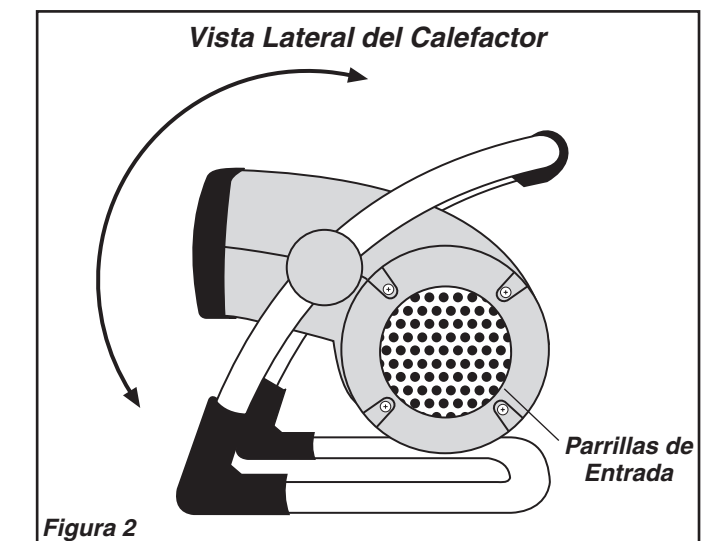

Figura 2
- Mueva la **Perilla de Encendido** hasta la posición de calor deseada. El Calor Alto (1500 vatios) está representado por el (2) y el Calor Bajo (900 vatios) por el (1).
- Para ajustar el ángulo del flujo de aire del Calefactor, haga girar el cuerpo del Calefactor hacia delante o hacia atrás hasta la posición deseada. (Figura 2)
- Para desconectar el Calefactor, gire la **Perilla de Encendido** hacia la posición de "APAGADO" (0), luego retire el enchufe del tomacorriente.